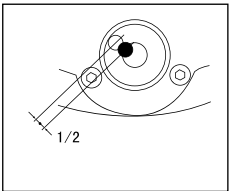

Рисунок 7
- Проверьте пузырьковый уровень (10). С помощью подъемных винтов (9) установите пузырьковый уровень (10) в центр. Поверните прибор на 180 градусов. Если пузырьковый уровень остается в центре, нивелир откалиброван.
- Если пузырьковый уровень не в центре, поворачивайте подъемные винты (9), чтобы переместить пузырьковый уровень. Пузырек должен располагаться как минимум на 1/2 между центром и внешним кольцом окружности (рис. 7).